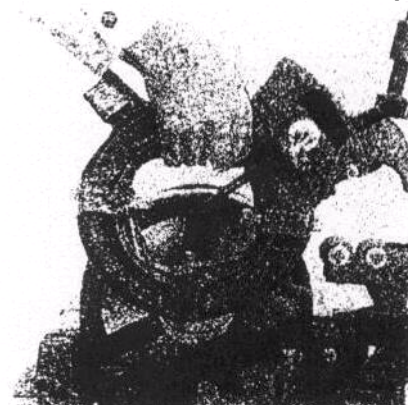

рис.6
- а) Установите на станке нужную резьбонарезную головку для нарезки резьбы нужного размера (рис. 6).